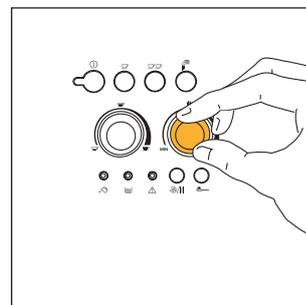

Fig.7
- 2) Réglez le bouton de droite (fig. 7) pour programmer le goût désiré du café. Plus vous tournez dans le sens des aiguilles d'une montre et plus la quantité de grains à moudre augmentera et donnera un café plus fort. Lors de la première utilisation, il faut procéder par tentatives et faire plusieurs cafés pour trouver la bonne position du bouton. Attention à ne pas trop tourner dans le sens des aiguilles d'une montre, le café risquerait de couler trop lentement (goutte à goutte) surtout si vous devez faire deux tasses de café.
**NOTA 2:** si le café coule trop vite et que la crème n'est pas satisfaisante, tournez légèrement le bouton de droite (fig.7) dans le sens des aiguilles d'une montre. Procédez par tentatives et faites plusieurs cafés pour trouver la bonne position du bouton. Attention à ne pas trop tourner dans le sens des aiguilles d'une montre, le café risquerait de couler trop lentement (goutte à goutte) surtout si vous devez faire deux tasses de café. Si, au bout de quelques cafés la crème obtenue n'est pas satisfaisante, tournez également le bouton de réglage de la mouture (fig.17) d'un cran en sens inverse des aiguilles d'une montre (voir § 6).